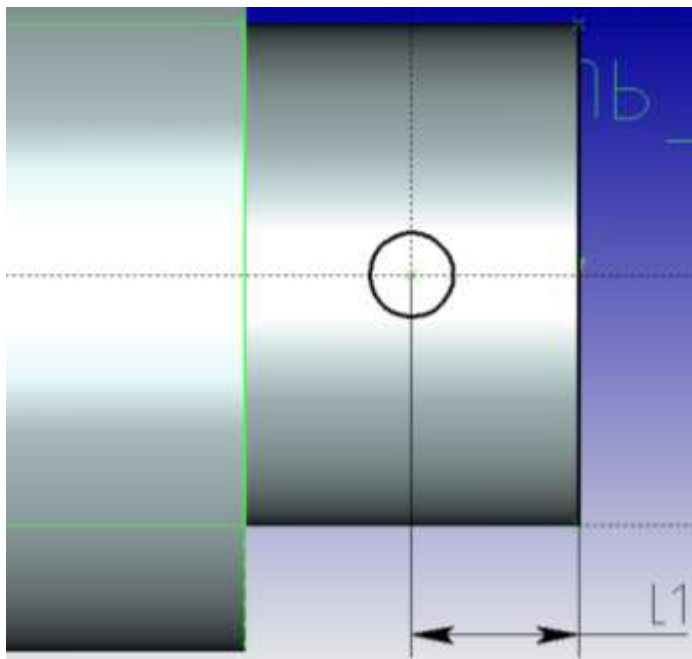

Рис. 5. Построение эскиза радиального отверстия.
14. Для возможности использования ранее созданных линий построения, необходимо спроецировать деталь на рабочую плоскость . Отложите от торца линию построения на расстоянии $L1$ (рис. 5) и постройте окружность радиуса $D5/2$ согласно вашему варианту.